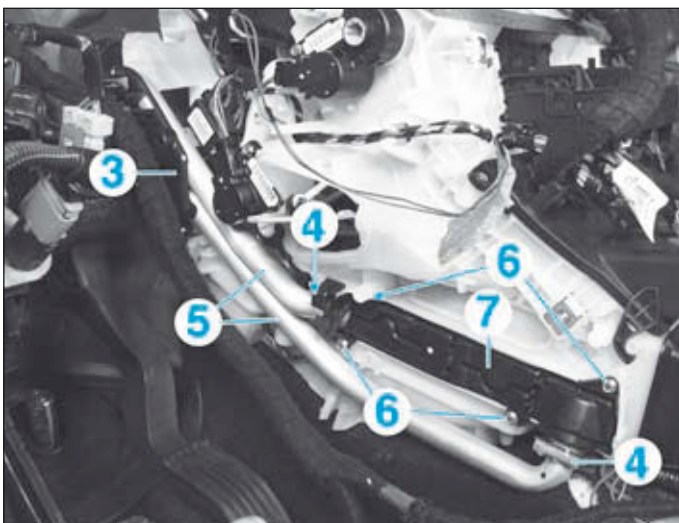

FIG.13
- Déposer (Fig.13) :
- la platine de fixation (3) des canalisations du radiateur,
- les agrafes (4),
- Ecarter les canalisations du radiateur (5).
- les vis (6),
- la platine de fixation (7) du radiateur de chauffage.